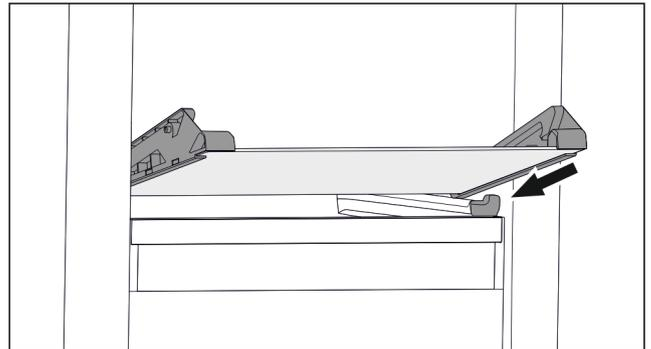

Fig. 60 Tablette en verre du tiroir basculable
- ▶ Placer la tablette en verre, en l'inclinant, derrière les butées. (voir Fig. 60)